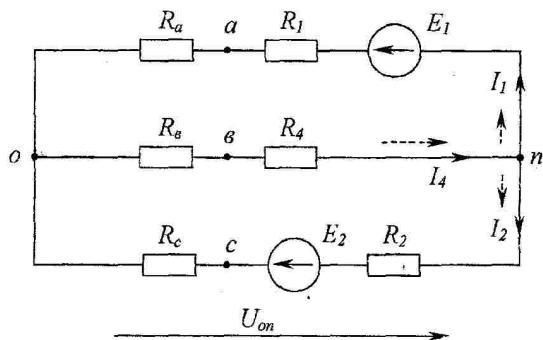

Рис. 14
В результате преобразований получена двухузловая схема рис. 14
Рассчитываем проводимости ветвей схемы рис. 14:
Возвращаясь к схеме (рис. 14)
3.2. Токи в ветвях схемы (рис. 14) определяют по обобщенному закону *Ома*: